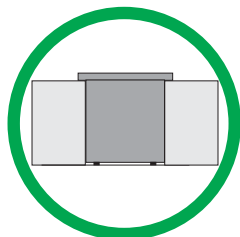

Ilustración 2
3 Nivele la estufa utilizando las dos (2) patas ajustables delanteras y las dos (2) ruedas ajustables, de manera que la altura del suelo a la parte de abajo del reborde de metal sea de al menos $1/16"$ (vea ilustración 2).
Es imprescindible que el reborde de metal que se encuentra debajo de la cubierta este sobre la cubierta del gabinete. La cubierta no deberá tocar directamente la cubierta del gabinete (vea ilustración 2) de no ser así la fractura de la cubierta anulará la garantía. Nivele la unidad si es necesario.